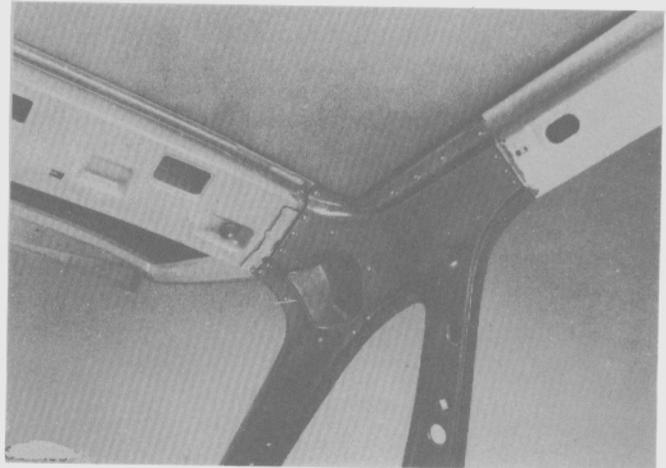

Fig. 244
- Punzonar el panel interior en su unión con el techo (Fig. 244).